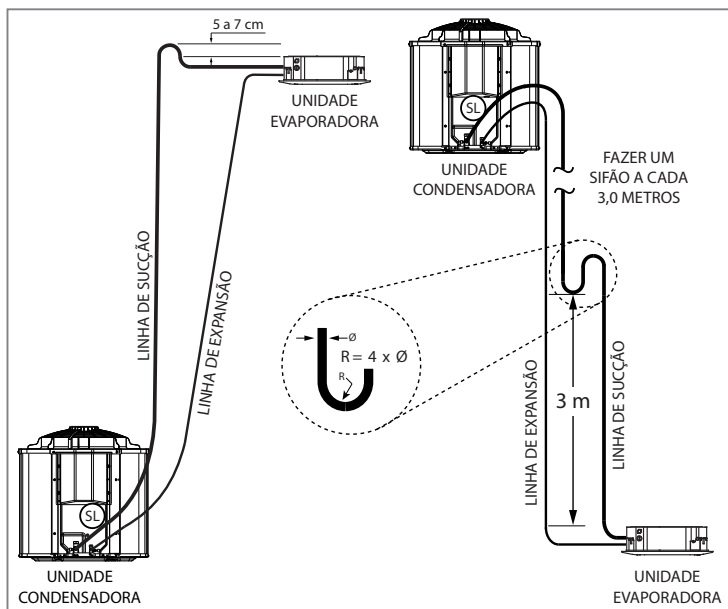

FIG. 33 - INSTALAÇÃO LINHAS DE INTERLIGAÇÃO
4. Fazer sifões nas subidas da linha de sucção, quando aplicado, a cada 3,0 m incluindo a base. Caso o desnível seja menor que 3,0 m faça apenas na base. Ver Fig. 33.
5. Inclinat as linhas horizontais de sucção no sentido do fluxo (Fig. 33).
7. Deve ser instalado um separador de líquido (isolado termicamente e da radiação - fora da un. externa), na sucção junto a entrada da un. condensadora, com capacidade volumétrica de retenção de líquido refrigerante como indicado na tabela abaixo. Veja a posição conforme a indicação SL na Fig. 33.